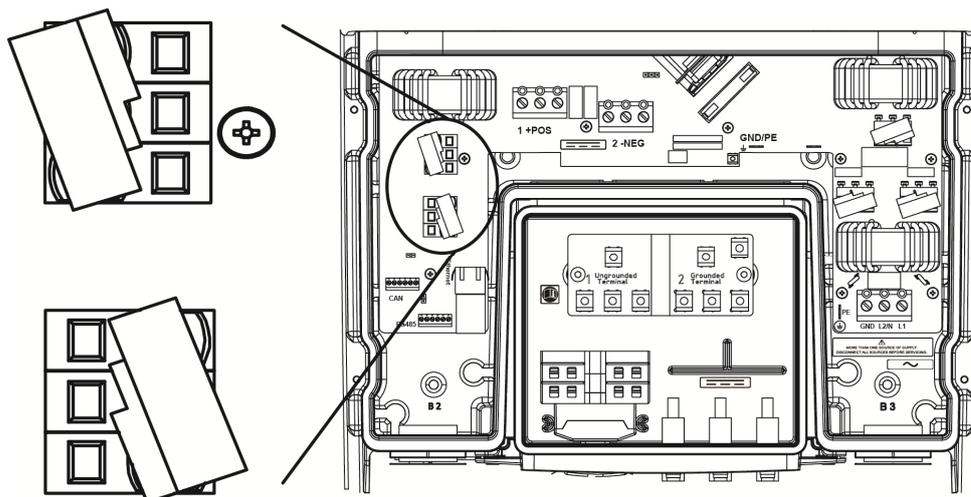

Figura 8.2.5: Varistori sul lato CC
- Rispettare la *Figura 8.2.5* e *8.2.6* per ottenere la corretta posizione dei varistori.